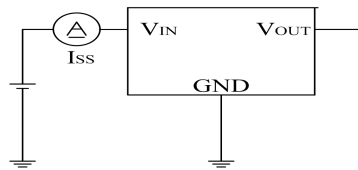

图2
1 IOUT:缓慢增加输出电流, 当输出电压约等于 VOUT 的 98%时的输出电流值2 Vdrop=VIN1- (VOUT (E) × 0.98V)VOUT (E): VIN=VOUT+2V, IOUT=1 mA 时的输出电压值VIN1: 缓慢下降输出电压, 当输出电压降为 VOUT (E) 的 98%时的输入电压Vmax: 缓慢上升输入电压, 当输出电压超出 (VOUT (E) \*0.98~VOUT (E) \*1.02) 的输入电压3 ISS:VIN=30V 无负载时, 图 2 中电流表的电流值4 Ishort: 例如 MD7150H, 当 VDD=6V 时, 图 3 中电流表的电流值